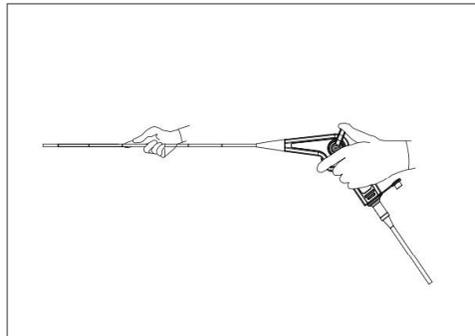

Fig 7.4
1. Lorsque vous portez l'endoscope à la main, tenez la section de contrôle d'une main et tenez l'extrémité distale du tube d'insertion fermement, mais doucement, sans la serrer, de l'autre main (voir Fig 7.4).